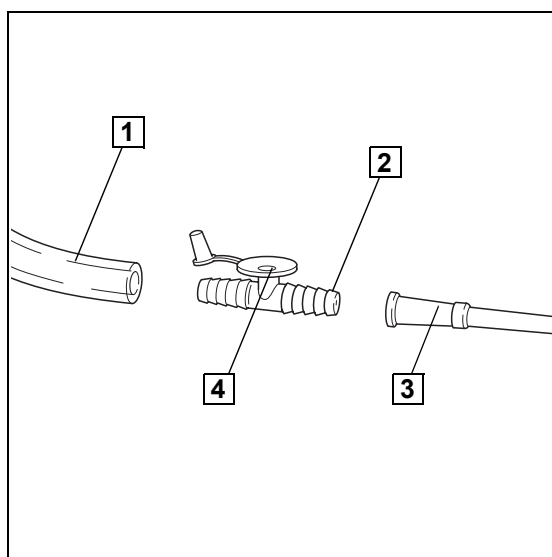

Fig. 27: Anwendungsteil anschließen
- ☒ Absaugkatheter und Fingertip vom Saugschlauch entfernen (►► Fig. 27) und ordnungsgemäß entsorgen.